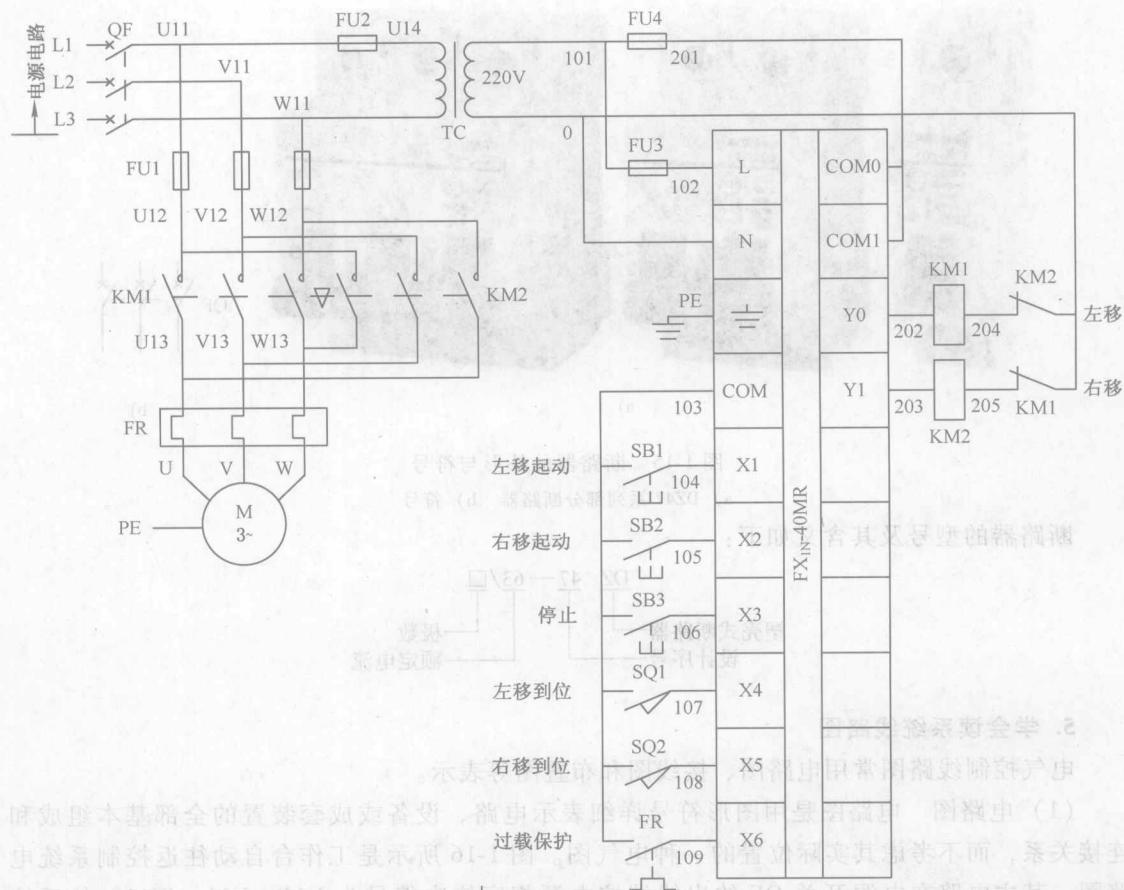

图 1-16 工作台自动往返控制系统的电路图
(1) 电路图 电路图是用图形符号详细表示电路、设备或成套装置的全部基本组成和连接关系，而不考虑其实际位置的一种电气图。图 1-16 所示是工作台自动往返控制系统的电气原理图，其主电路在电源开关 QF 的出线端按电源相序依次编号为 U11、V11、W11，然后按从上至下、从左到右的顺序递增。控制电路的编号按“等电位”原则从上至下、从左到右依次递增编号，PLC 的输入电路从 101 开始编号，输出电路从 201 开始编号。图中符号“▽”表示联锁关系（也称互锁关系）。